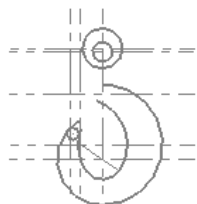
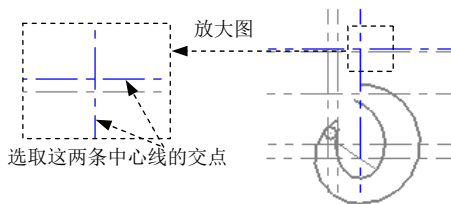

图 3.17.21 绘制圆
图 3.17.22 定义圆心位置
(4) 单击  按钮, 完成切圆的绘制。
Step10. 绘制图 3.17.21 所示的两个圆。
(1) 选择命令。选择下拉菜单 **绘图(C)** → **圆弧(A)** → **已知圆心点画圆(C)...** 命令, 系统弹出“编辑圆心点”工具栏。
(2) 绘制第一个圆。在“编辑圆心点”工具栏中单击  按钮使其处于弹起状态; 在绘图区选取图 3.17.22 所示的两条中心线的交点为圆心, 然后在  文本框中输入值 46, 按 Enter 键确认; 单击  按钮, 完成图 3.17.21 所示的第一个圆的绘制。
(3) 绘制第二个圆。在绘图区选取图 3.17.23 所示的两条中心线的交点为圆心, 然后在“编辑圆心点”工具栏的  文本框中输入值 23, 按 Enter 键确认; 单击  按钮, 完成图 3.17.21 所示的第二个圆的绘制。